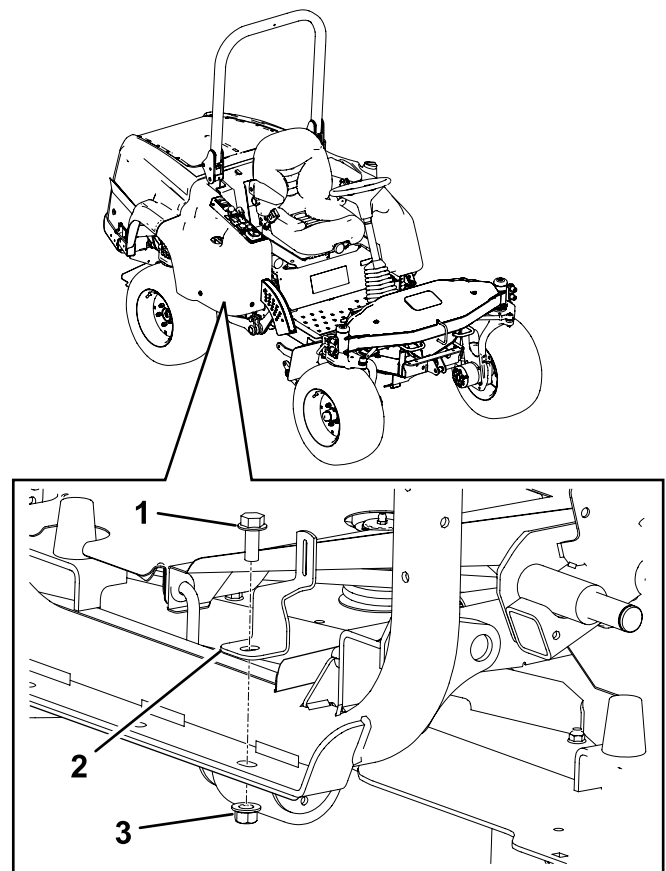

Figura 24
2. Instale el soporte del protector en el lado derecho del bastidor con el perno y la tuerca que retiró en el paso anterior (Figura 24).